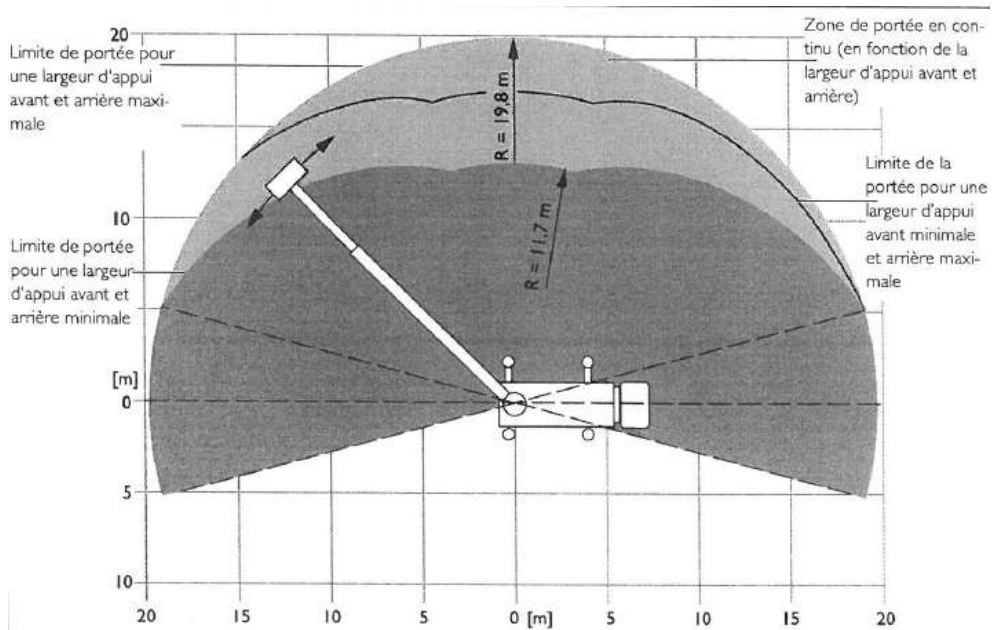

Figure 13 : Champ d'action horizontal - échelle DLA(K) 23-12
- champ d'action horizontal : à une distance de 10 mètres de la façade, le champ d'action est d'environ 10 mètres de part et d'autre ; l'auto-échelle couvre donc un champ de 20 mètres quand elle est placée en face du lieu d'intervention (cfr. Figure 13).